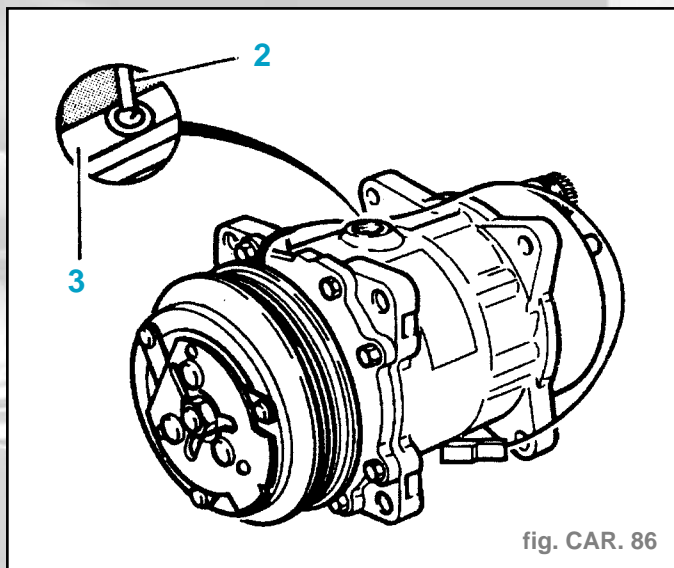

fig. CAR. 86
- Faire tourner manuellement le compresseur de manière à faire apparaître par l'orifice de remplissage (fig. CAR. 86) :
- la bielle (2),
- l'inclinaison du plateau de commande (3).